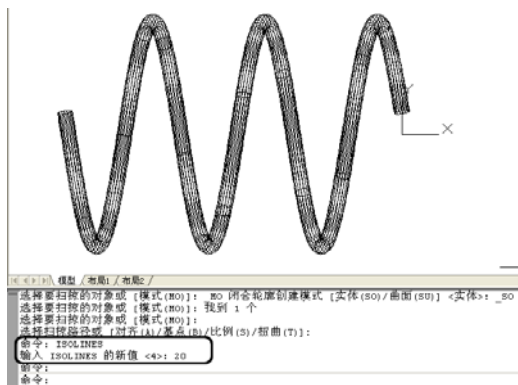

图 10.93 设置线框密度并重生成图形
(5) 在命令行中将 ISOLINES 的参数更改为 20,然后选择菜单栏中的【视图】/【重生成】命令,将扫掠后的图形重新生成,完成后的效果如图 10.93 所示。